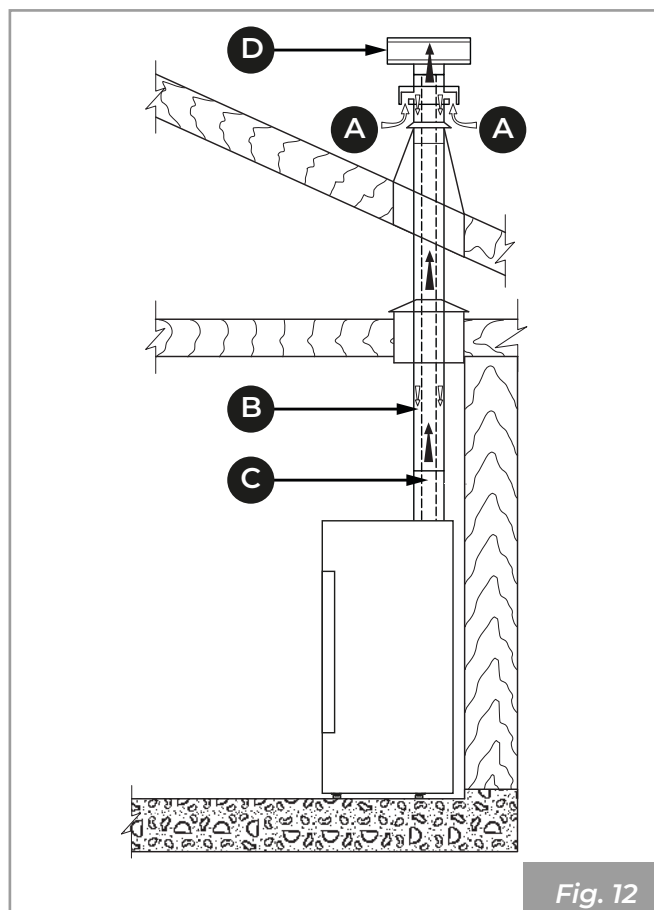
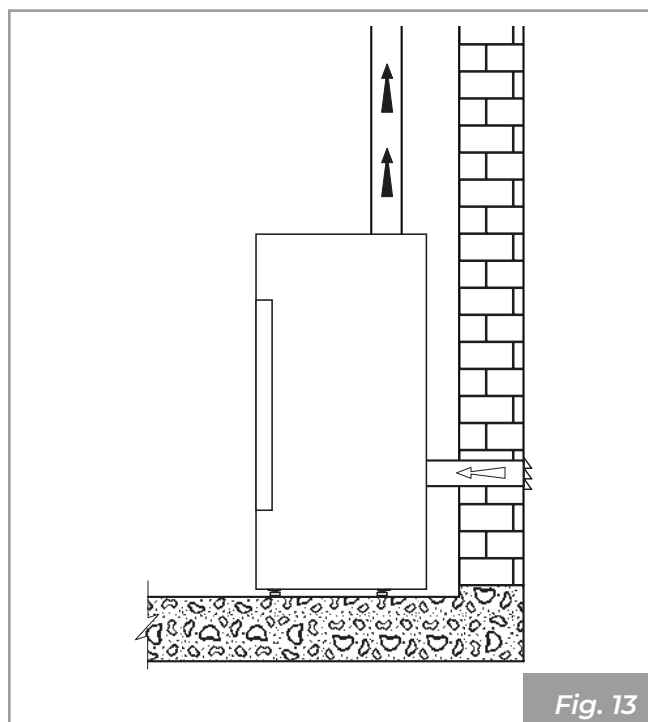

Fig. 12
Fig. 13
- il peut provenir directement de l'extérieur à travers un raccordement direct à la chambre de combustion (**Fig. 12 - Fig. 13**).
- canaliser l'air de combustion en utilisant un tube d'échappement coaxial pour l'expulsion des fumées et le prélèvement de l'air (**Fig. 12 - A, B = Arrivée d'air, C, D = Évacuation des fumées**) ; il n'est donc pas nécessaire de faire une prise d'arrivée d'air classique dans la pièce.
- relier l'entrée d'air de combustion de l'appareil à la prise d'air avec un conduit approprié (**Fig. 13**).